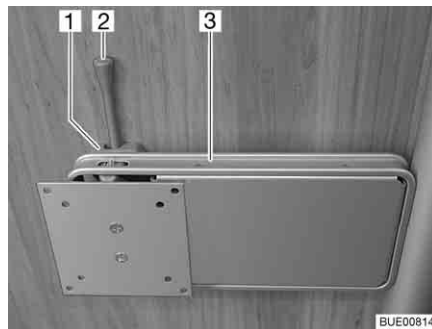

Bild 54 Fäste på pelare
- Tryck låsspaken (Bild 54,2) åt sidan och sväng fästet (Bild 54,3) med den platta bildskärmen till önskat läge.
- Vrid tillbaka den platta bildskärmen tills fästet (Bild 54,3) hakar fast i låset (Bild 54,1).